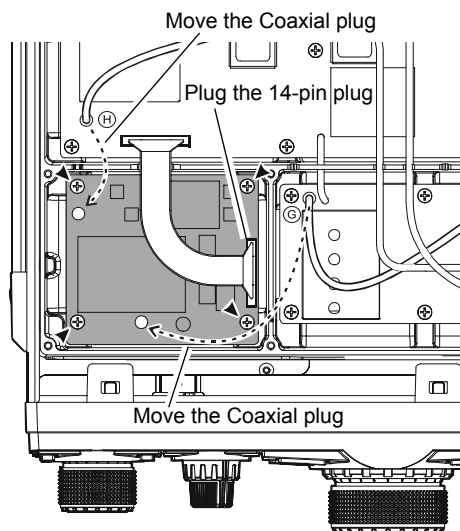

FIGURE 3
5. Monter la platine SCOPE en utilisant les quatre vis fournies (figure 3).
6. En se référant à la figure 3, brancher la prise de 14 broches qui doit être enlevée du châssis au point précédent sur le connecteur **J7002** de la platine SCOPE.